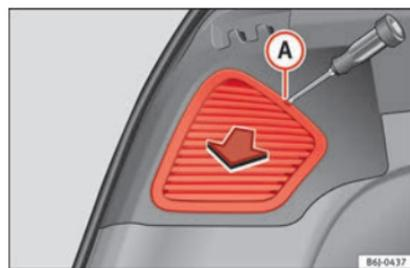

Fig. 198 Luci laterali.
- Rimuovere la copertura con un cacciavite dalla punta piatta collocato nella scanalatura indicata **(A)** » fig. 198.